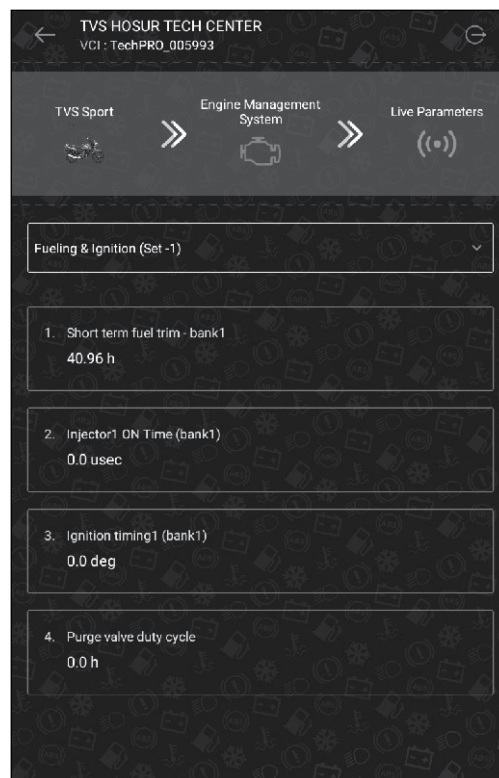

Fig. 7.16
- O aplicativo exibirá os parâmetros. (Fig. 7.16)